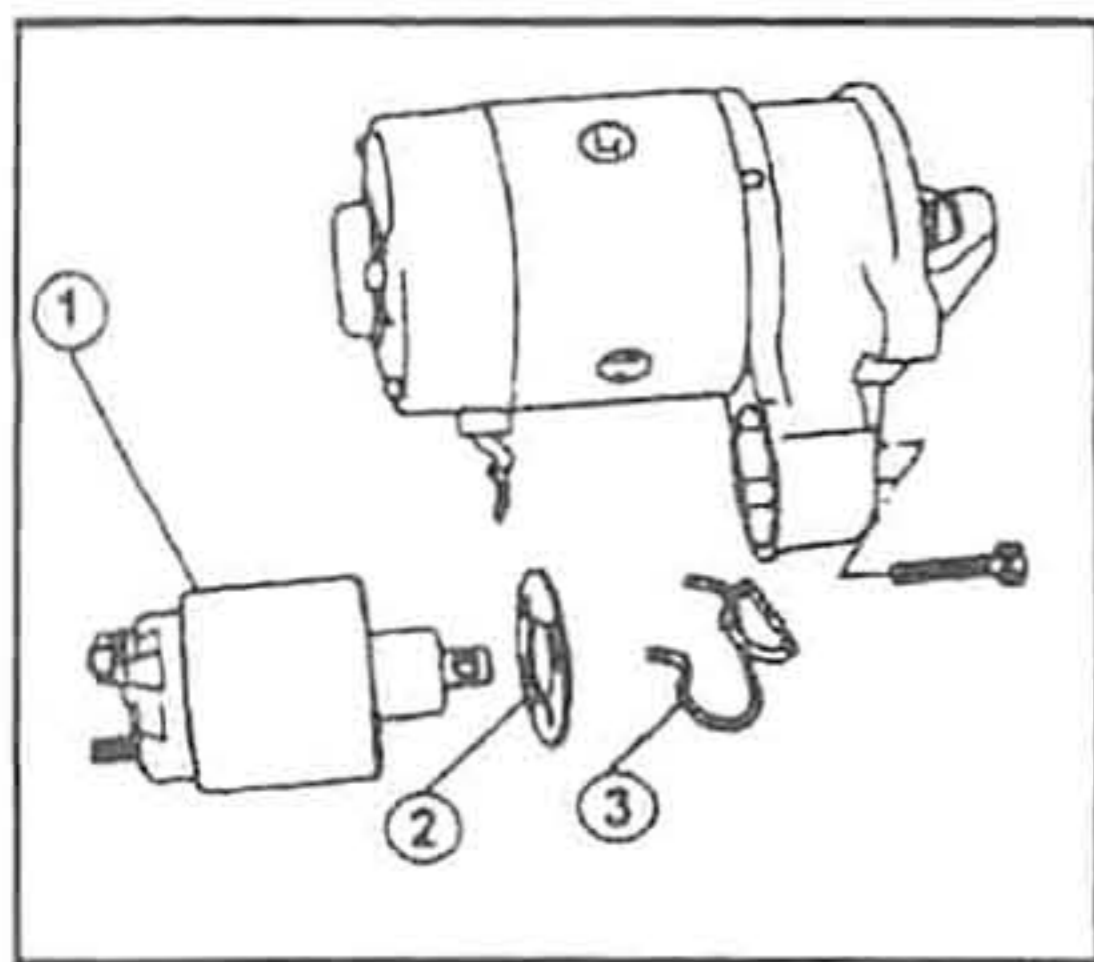

Рис. 711. 1. Магнитный выключатель. 2. Пылезащитная крышка. 3. Пружина.
Для снятия стартера отсоедините проводку от магнитного выключателя (тягового реле), выверните болты крепления стартера и извлеките стартер из картера муфты сцепления (картера преобразователя крутящего момента на моделях с автоматической коробкой передач). Разборку начинайте со снятия магнитного выключателя. Выверните болты крепления и снимите магнитный выключатель (1), пылезащитную крышку (2) и пружину (3) (рис. 711).